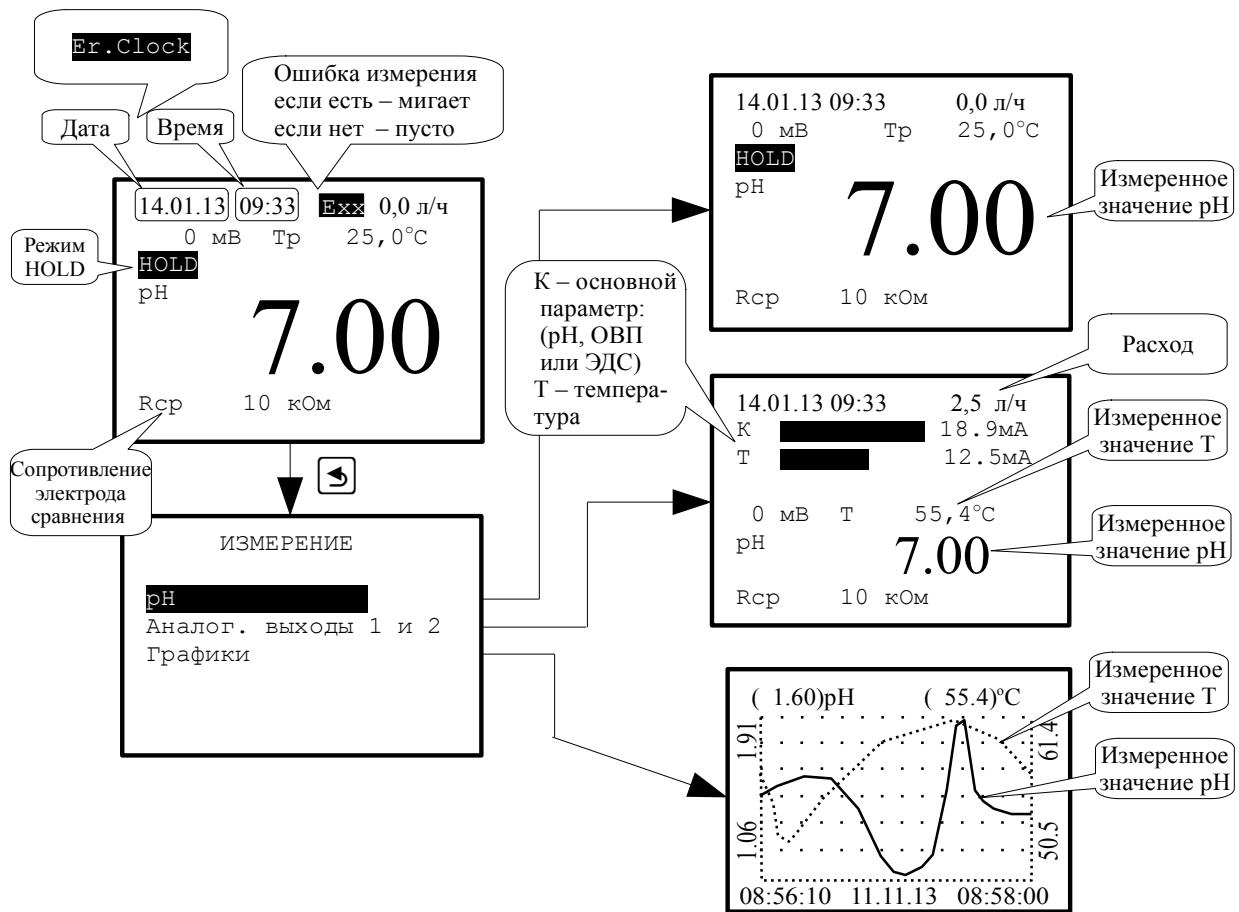

Рисунок 5 - Варианты отображения измеренных параметров
3.3.1.7 В этом меню можно выбрать способ отображения измеренных параметров на дисплее в режиме измерения (смотри Рисунок 5).
3.3.1.9 **Аналог. выходы 1 и 2** - отображение аналоговых выходных сигналов в виде шкалы, а результатов измерения в цифровом виде (смотри Рисунок 5).
При включенном измерении R_{cp} его значение выводится на экран одновременно с отображением других параметров (смотри Рисунок 5). При этом если сопротивление R_{cp} становится больше 21 кОм, это считается ошибкой измерения и включается реле №3 (смотри п. 3.3.4.4).